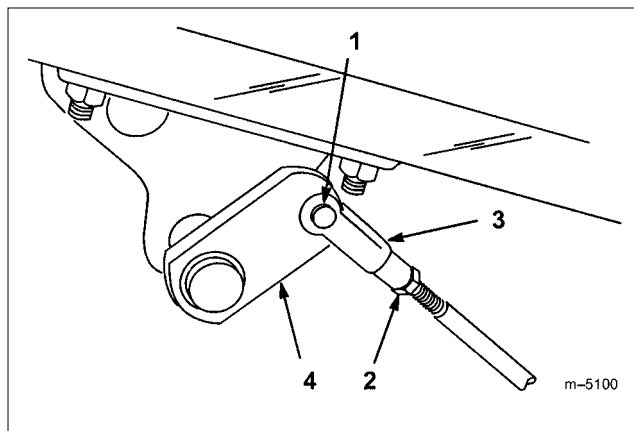

図 51
2. ブレーキが片効きであれば、コッター・ピンとクレビス・ピンを外して、ブレーキロッドを外す（図51）。
3. ジャムナットをゆるめ、クレビスを調整する（図51）。